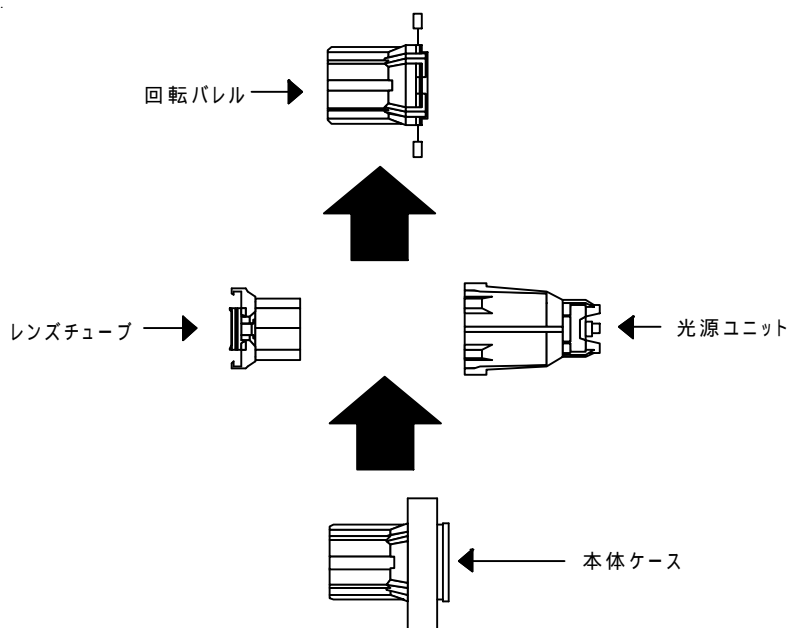

図 1
- ・SX4 CASEをソースフォーに取り付ける際は、ソースフォーをレンズチューブ、回転バレル、光源ユニットの3つに分けて、レンズチューブと光源ユニットの間にSX4 CASEを取り付けます。(図1参照)